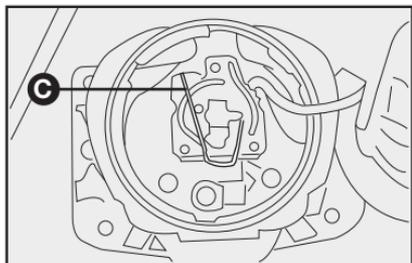

fig. 45
3) Saque el conector y enseguida el portalámpara, presionando el seguro **C-fig. 45** hacia delante abriendo lateralmente hacia la derecha;